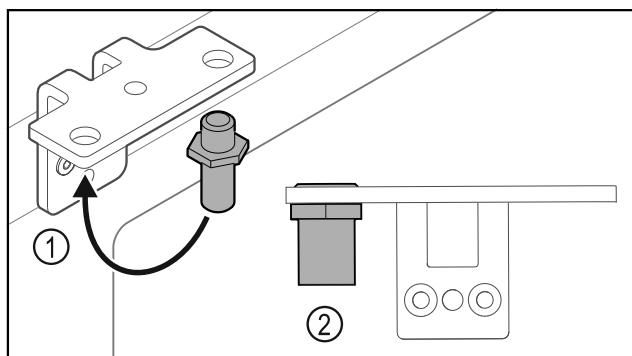

Fig. 37
- ▶ Helyezze át a csuklópántban a csapszeget Fig. 37 (1).
- ▶ Húzza meg a csapszeget Fig. 37 (2) **12 Nm-es forgatónyomatékkal**.